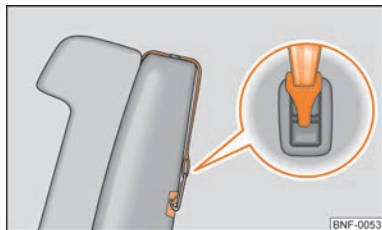

Bild 84 Påhängd bärsele
- Fäst endast barnstolar med TOP TETHER-systemet på baksäten försedda med infästningsöglor ⇒ bild 84.